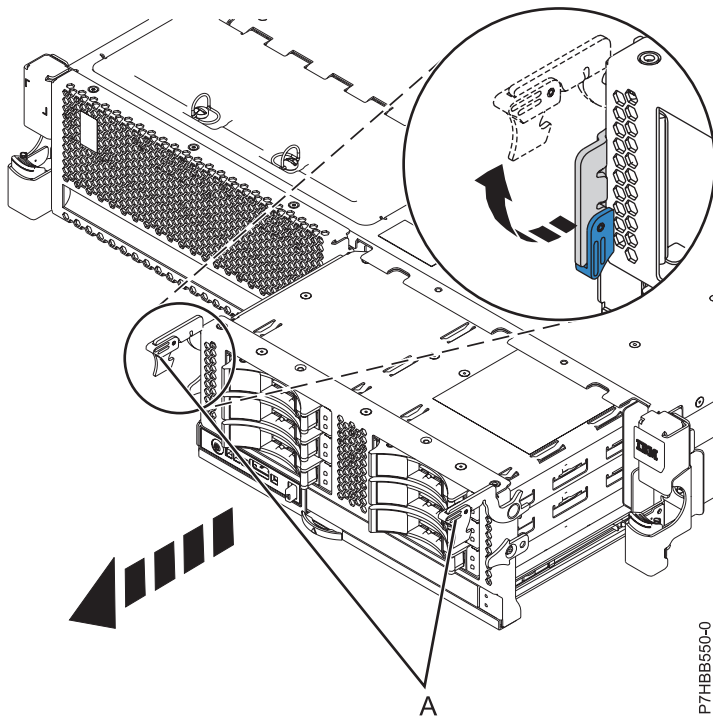
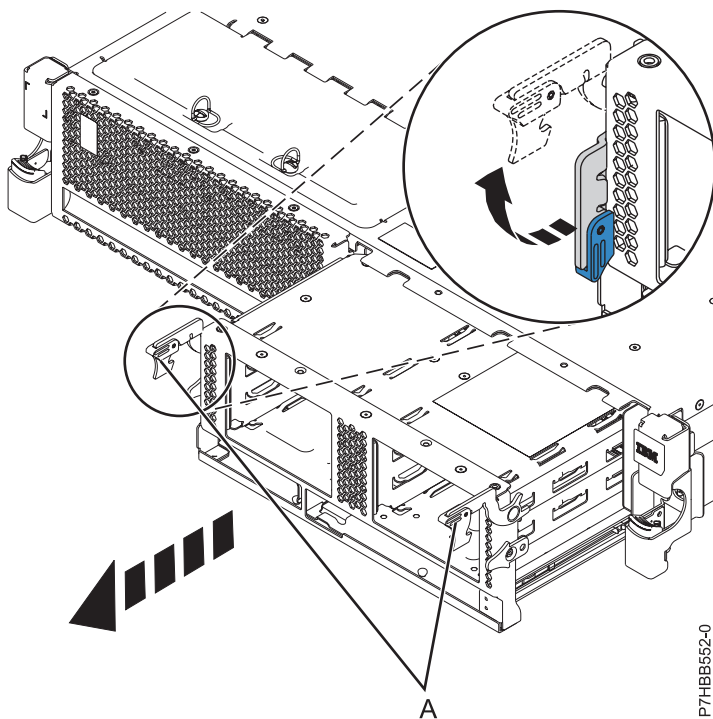

Figure 6. Retrait du fond de panier comportant des unités de disque
Figure 7. Retrait du fond de panier ne comportant pas d'unités de disque
13. Déverrouillez le fond de panier de l'unité de disque en tirant les poignées (A) afin de les mettre en position ouverte, au centre du fond de panier, comme indiqué dans la figure 6, à la page 8 et la figure 7, à la page 8.